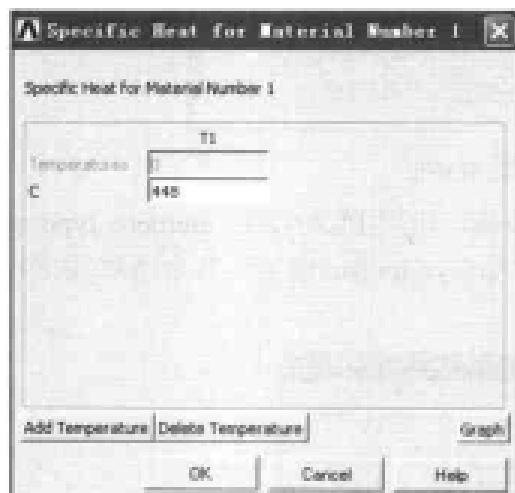

图 10-6 输入比热对话框
(3) 双击 Define Material Model Behavior 对话框上的 Specific Heat 按钮, 出现 Specific Heat for Material Number 1 对话框, 在文本框中输入钢的比热 448, 如图 10-6 所示, 单击 OK 按钮关闭该对话框。